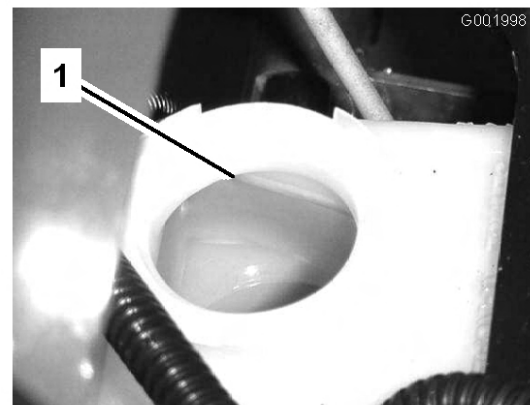

Figura 60
- El nivel de líquido debe llegar a la línea Llento del depósito (Figura 60).